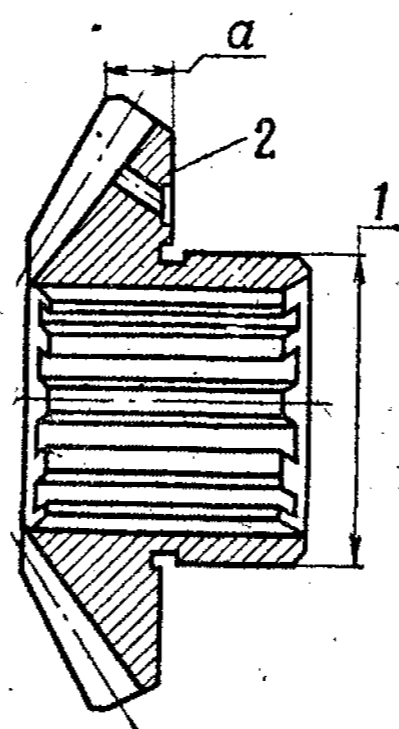

Рис. 135. Шестерня полуоси
12. Шестерня полуоси (рис. 135)